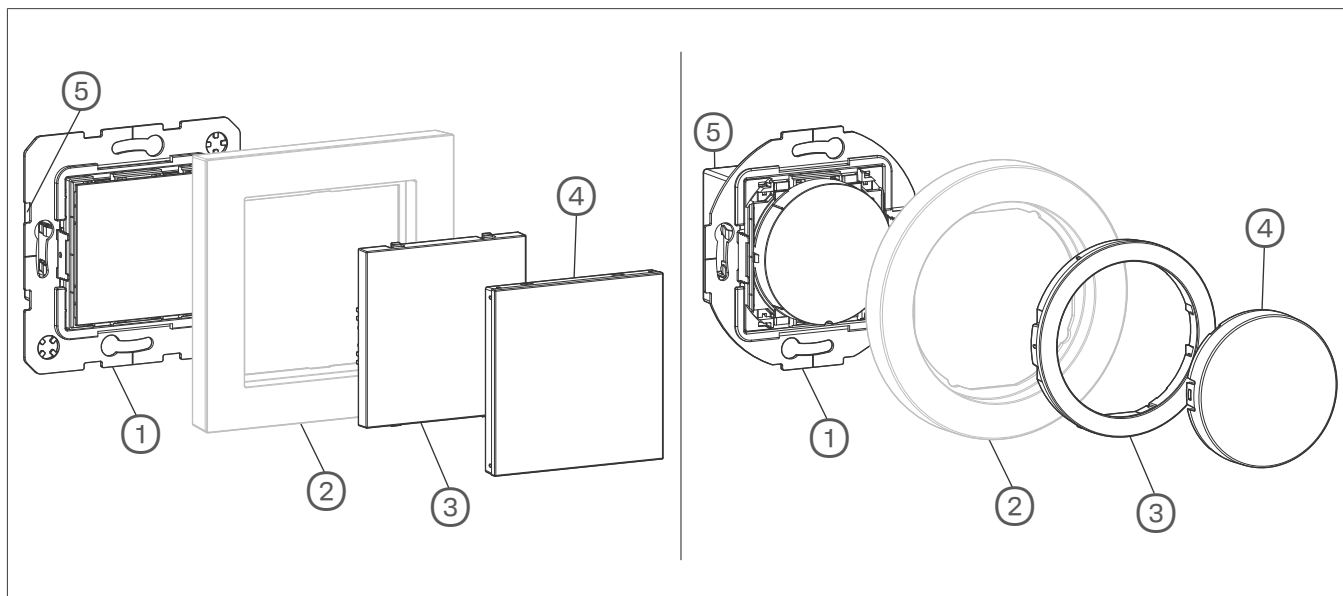
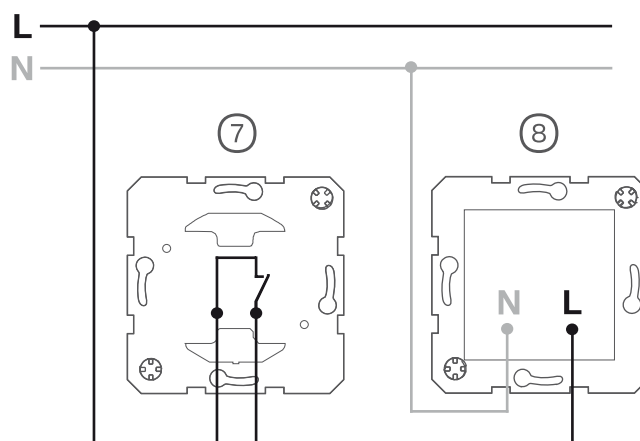

Fig. 1: LED-signallampa A.8 (vänster)/serie 1930 (höger)
Fig. 2: Anslutningsexempel på LED-signallampa, vitt ljus
- 1 RGB-lampor med 1-polig/trappströmställare (7) (Fig. 2).
- 2 Montera insatsen (8) i en apparatdosa. Anslutningsklämmorna måste vara placerade nertill.
- 3 Slutför installationen av LED-lampan (Fig. 1).
- 4 Placera ramen (2) över insatsens stödring (1).
- 5 Placera en folie (3) under locket.
- 6 Tryck fast locket (4) på insatsen tills det klickar på plats.
- 7 Knäpp fast (5) centrumbrickan.